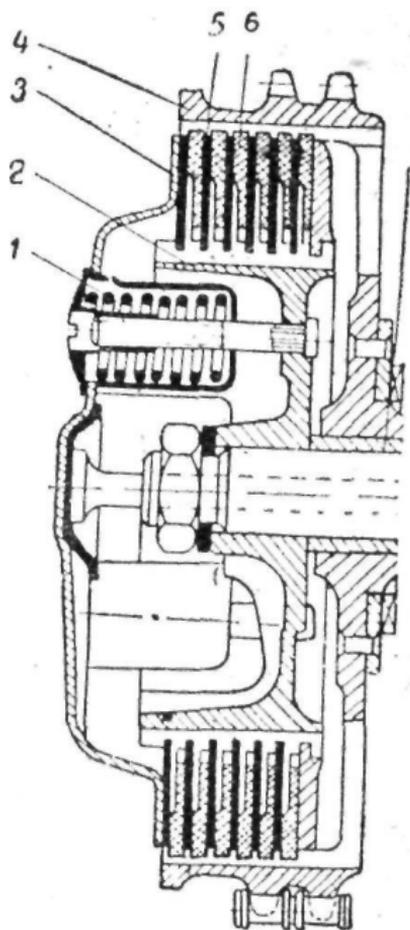

Рис. 22. Муфта сцепления.
**Техническое обслуживание и ремонт.** МУФТА СЦЕПЛЕНИЯ у мотоциклов ИЖ-56, ИЖ-П, ИЖ-Ю имеет в принципе одинаковую конструкцию (рис. 22) и состоит из следующих основных деталей и узлов: ведущего барабана сцепления 4, шести ведущих пластмассовых дисков 6, шести стальных ведомых дисков 5, ведомого барабана сцепления 2, нажимного диска 3, пружин / и механизма включения сце-